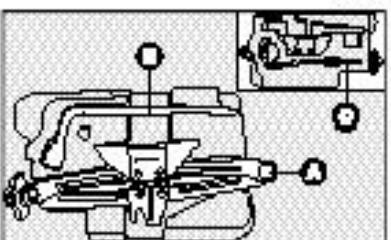

fig. 6
– Retirar o macaco A-fig. 6, chave de roda B-fig. 6 e chave de fenda localizada do outro lado do suporte - detalhe C-fig. 6 (somente para algumas versões)